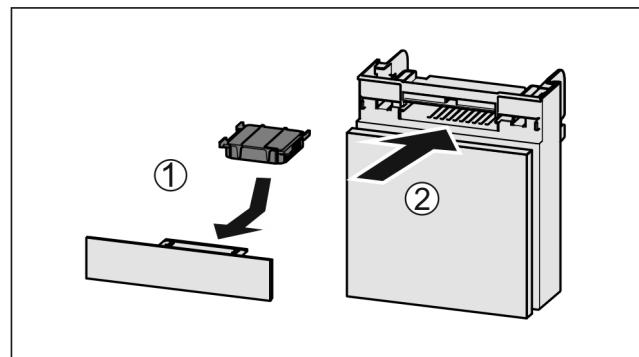

Fig. 158
- Поставете Fig. 158 (1) филтъра с активен въглен, както е показано на фигурата.
- Вкарайте Fig. 158 (2) отделението.